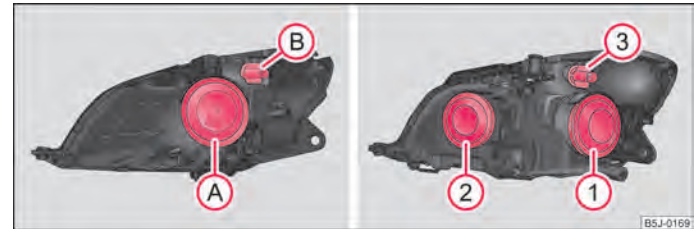

Fig. 152 Poziția de montare a becurilor: Faruri cu halogen/Proiectoare cu halogen
Pozițiile becurilor în farurile cu halogen ⇒ fig. 152 stânga și în proiectoarele cu halogen ⇒ fig. 152 dreapta.
- Scoateți capacul de protecție ① ⇒ fig. 152.
- Scoateți capacul de protecție ① ⇒ fig. 152 din dreapta.
- Scoateți capacul de protecție ② ⇒ fig. 152 - dreapta.
- Rotiți soclul ② ⇒ fig. 152, respectiv soclul ③ spre stânga și extrageți-le împreună cu becul cu incandescență pentru lumina de semnalizare.
- Scoateți capacul de protecție (A), respectiv (Z) ⇒ fig. 152.